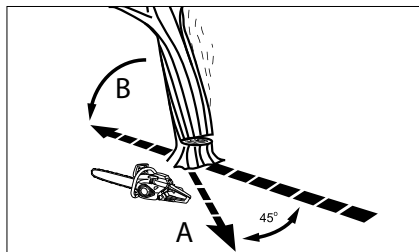

Рис. 14
Предварительно наметьте себе путь отхода (A) и расчистите его от возможных препятствий перед тем, как приступить к выполнению срезов. Путь к отходу должен быть в направлении, обратном направлению предполагаемого падения дерева (B) (рис. 14).